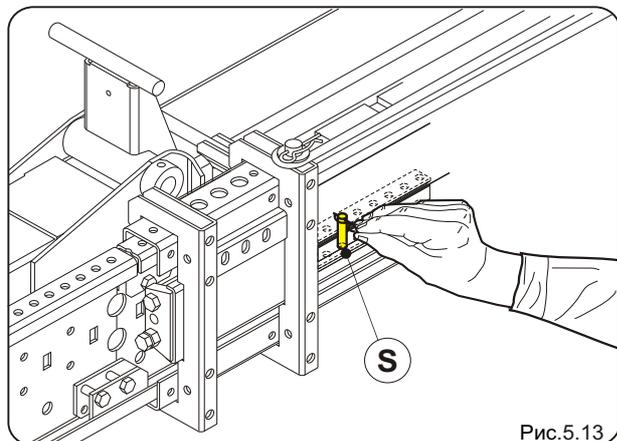

Рис.5.13
- Уберите штырь **S** с обеих сторон (рис.5.13).